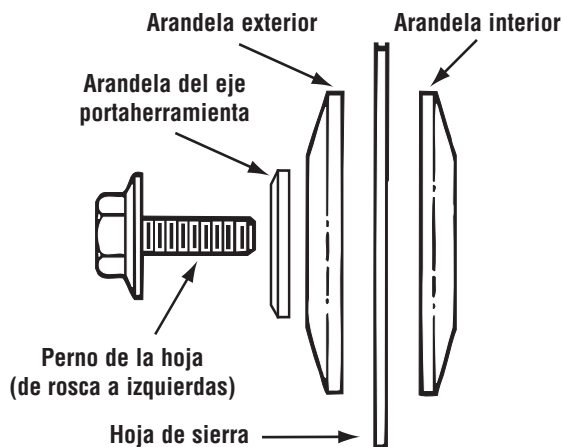

Figura 2. Herrajes de la hoja
5. Quite el perno de la hoja, la arandela del eje portaherramienta, la arandela exterior y la hoja. No es necesario quitar la arandela interior (Figura 2).
7. Coloque de nuevo la arandela exterior y la arandela del eje portaherramienta, y apriete el perno de la hoja con los dedos en sentido contrario al de las agujas del reloj (Figura 2). Oprima el cierre del eje portaherramienta y apriete el perno de la hoja firmemente usando la llave de tuerca para la hoja, pero no lo apriete demasiado.